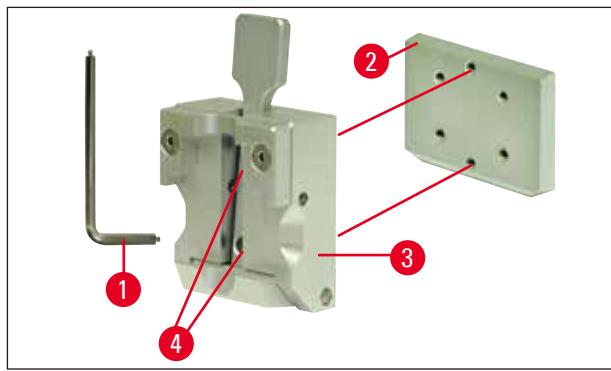

图 10
3. 要从样品夹 (→图 10-2) 上卸下燕尾榫 (→图 10-3)，请松开燕尾榫的两个螺丝 (→图 10-4) (→图 10)。同样使用带手柄的 3 号内六角扳手。